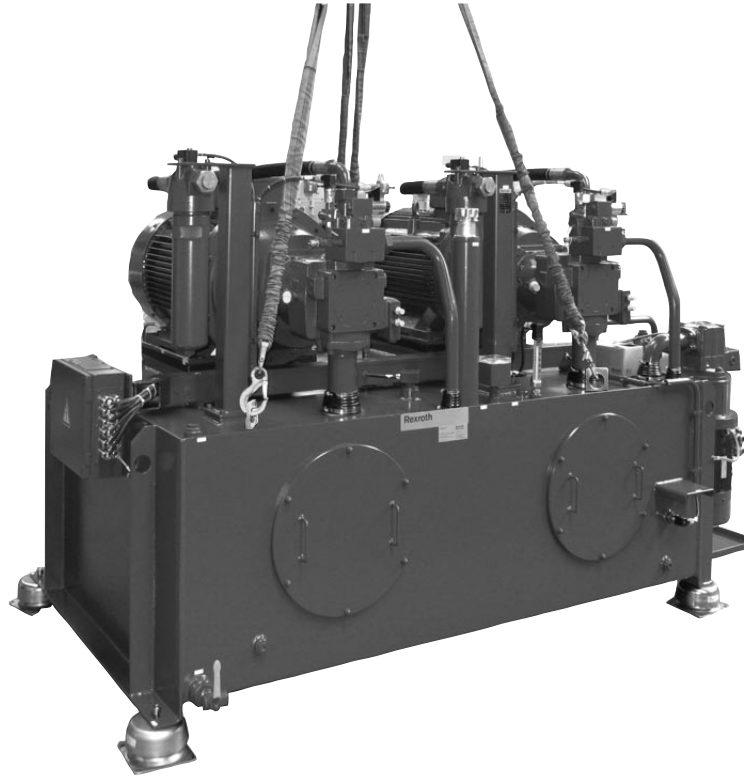

Abb. 5: Verwendung von Hebebändern und Anschlagpunkten
- ▶ Verwenden Sie zum Anheben die dafür vorgesehenen Stellen bzw. Anschlagpunkte (siehe Abb. 5 und 6).